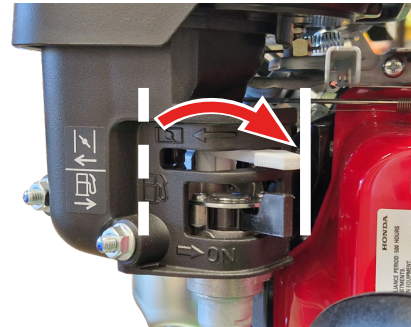

Fig. 7H – Mova o manípulo de ar de arranque para a posição aberta.
9. Mova gradualmente o manípulo de ar de arranque para a posição *aberta* (para a frente) (Fig. 7H). Deixe aquecer durante 3 a 5 minutos enquanto move gradualmente o manípulo do acelerador para a posição da "tartaruga".